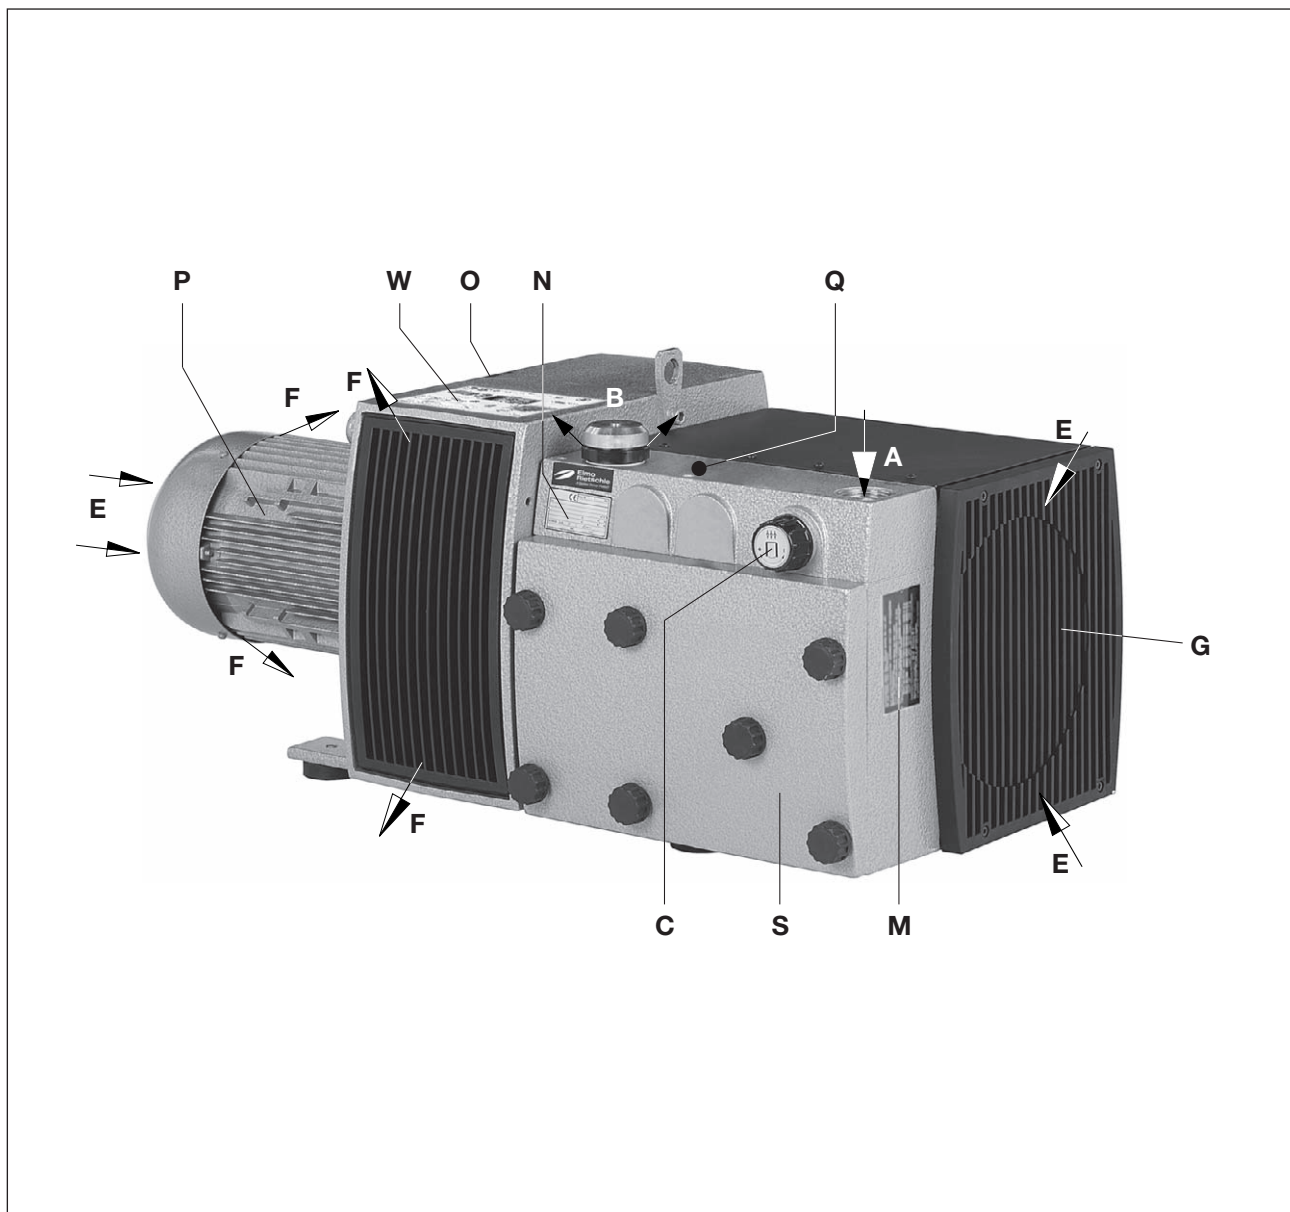

Fig. 2 Bomba de vacío V-VTR 100 / V-VTR 140
La válvula reguladora de vacío (fig. 2/C) permite el ajuste del vacío a los valores deseados hasta un límite máximo.
La carcasa del filtro (fig. 2/S) debe estar fácilmente accesible.
Las entradas de aire refrigerante (fig. 2/E) y las salidas de aire refrigerante (fig. 2/F) deben tener una distancia de al menos 30 cm de las paredes. El aire de refrigeración saliente no debe volver a aspirarse. Para los trabajos de mantenimiento se debe prever una distancia mínima de 40 cm delante de la carcasa del filtro (fig. 2/S) y la rejilla de admisión (fig. 2/G).
- a) Conexión de vacío (fig. 2/A).
El ajuste del vacío se puede realizar girando el botón regulador (fig. 2/C) conforme al símbolo indicado en el botón giratorio.
- a) Los datos eléctricos del motor figuran en la placa de características (fig. 2/N) o en la placa del motor. Los motores se corresponden con EN 60034 y son de índice de protección IP 55 y clase de aislamiento F. El esquema de conexión correspondiente se encuentra en la caja de bornes del motor (no aplicable en versiones con conector para clavijas). Comparar los datos del motor con los datos de la red eléctrica existente (tipo de corriente, tensión, frecuencia de la red, intensidad admisible).
!En estado caliente, las temperaturas de las superficies de las piezas (fig. 2/Q) pueden superar los 70°C.
- ▷ El sentido de giro previsto para el árbol de accionamiento está señalado mediante la flecha (fig.. 2/O) en la brida del motor.